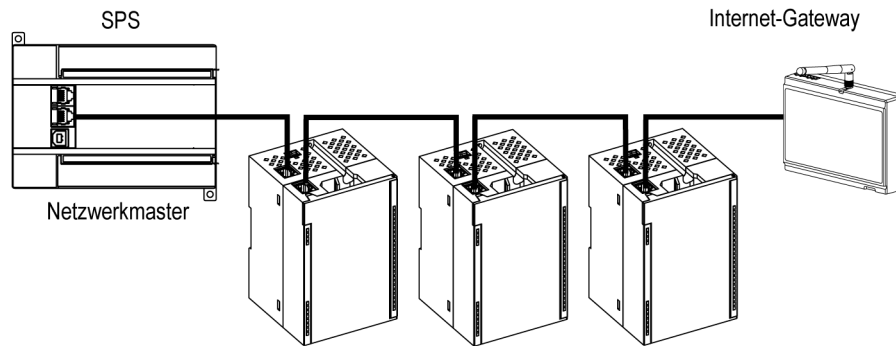

Abb. 4.7 Daisy-chain-Verbindung
- Daisy-chain (Abbildung 4.7).